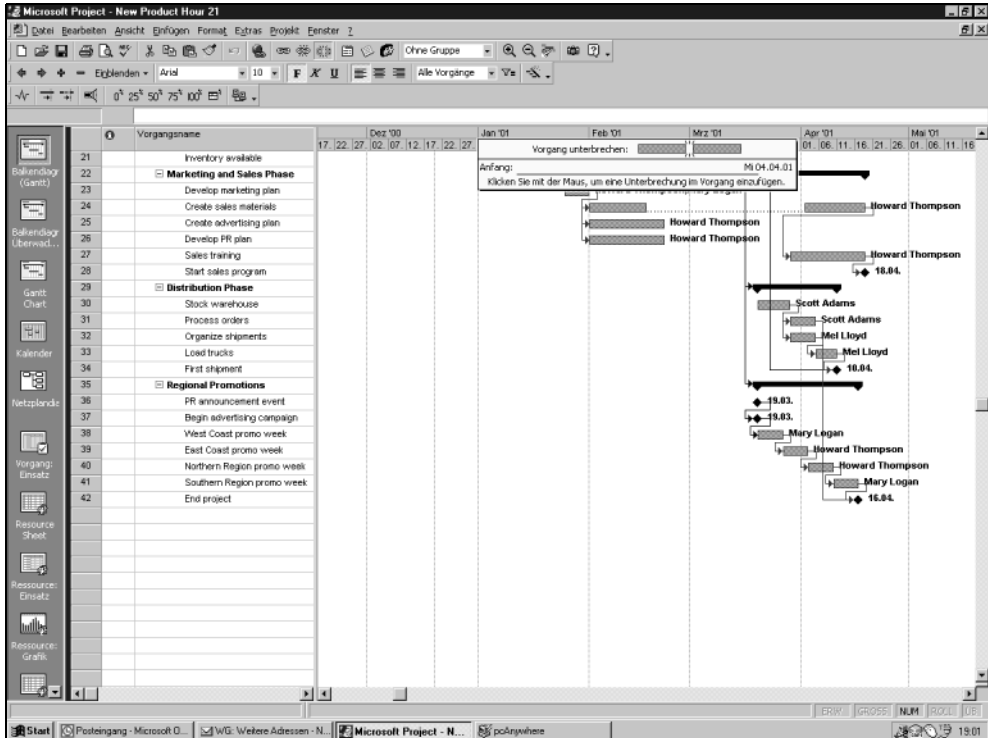

Abbildung 21.8:
4. Klicken Sie auf den Vorgangsbalken und ziehen Sie den noch nicht abgeschlossenen Teil nach rechts. Lassen Sie sich von dem erscheinenden Dialogfeld führen, das Ihnen Anfangs- und Endtermine anzeigt (siehe Abbildung 21.8).